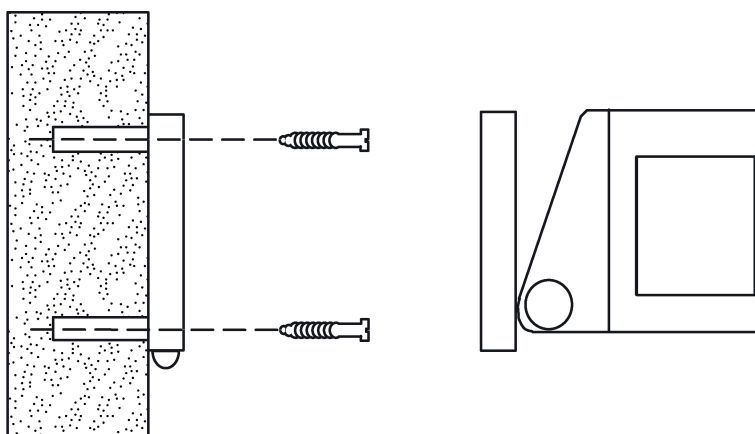

Bild 12: Montage auf ebener Wand
- Anschlussdose mit 2 Schrauben so auf der Wand montieren, dass das Kondenswasserloch unten liegt (Bild 12).